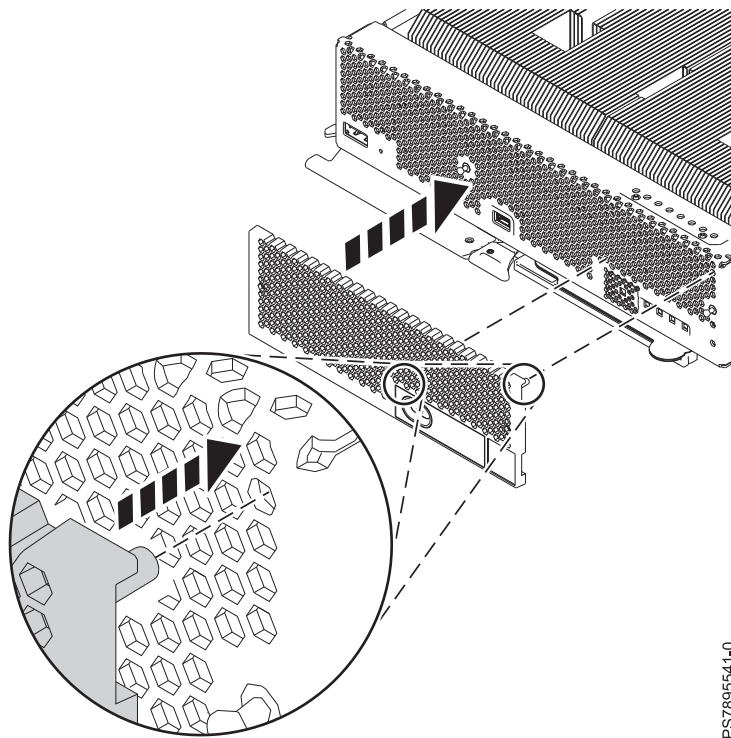

図 49. IBM Flex System p270 コンピュータ・ノードへのベゼル・アセンブリーの取り付け
- a. 図 49 の円で囲まれた場所で示すように、ベゼルをコンピュータ・ノードと位置合わせします。